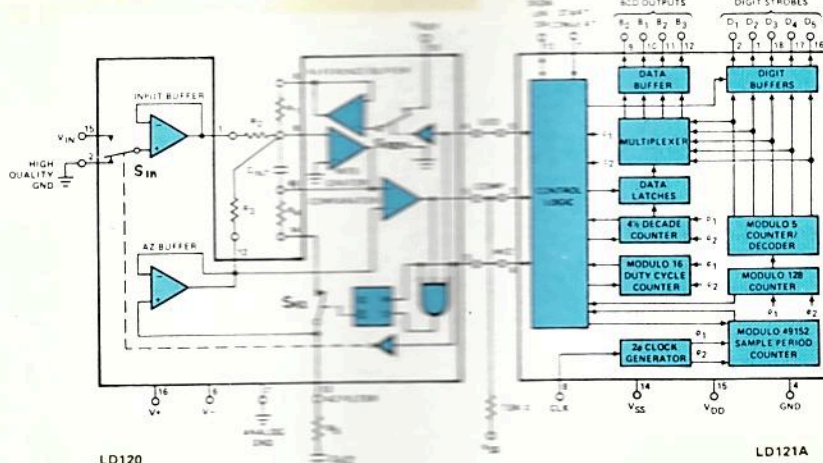
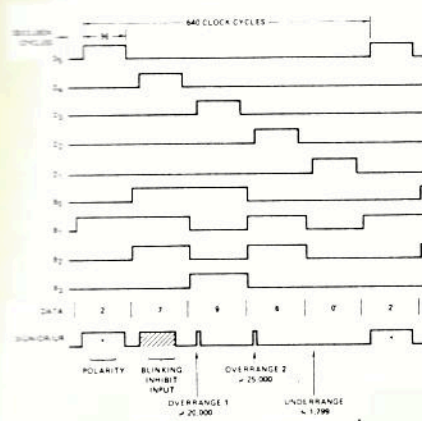

Fig. 2 : L'unité analogique (LD 120) et le processeur logique (LD 121A), le cœur de notre volt-mètre 20 000 points.
Fig. 4 : Quand D5 vaut 1, le chiffre de poids fort (ici le 2) est représenté sur le bus.
La figure 2 représente le système complet. L'unité analogique (LD 120) contient trois suiveurs de tension (buffers), un intégrateur, un compara-
Le résultat de mesure est stocké dans une mémoire tampon (data latches) puis distribué séquentiellement vers l'extérieur par un « bus de données » B₀ à B₃ (voir figure 2), les lignes « digit strobes » D₁ à D₅ indiquant le chiffre présent sur le bus à un instant donné. Quand D₅ vaut 1, le chiffre de poids fort (le 2 dans l'exemple de la figure 4) est présenté sur le bus, quand D₄ vaut 1, le chiffre suivant (7) et ainsi de suite jusqu'au chiffre le moins significatif (le 0 de l'exemple), que valide D₁.